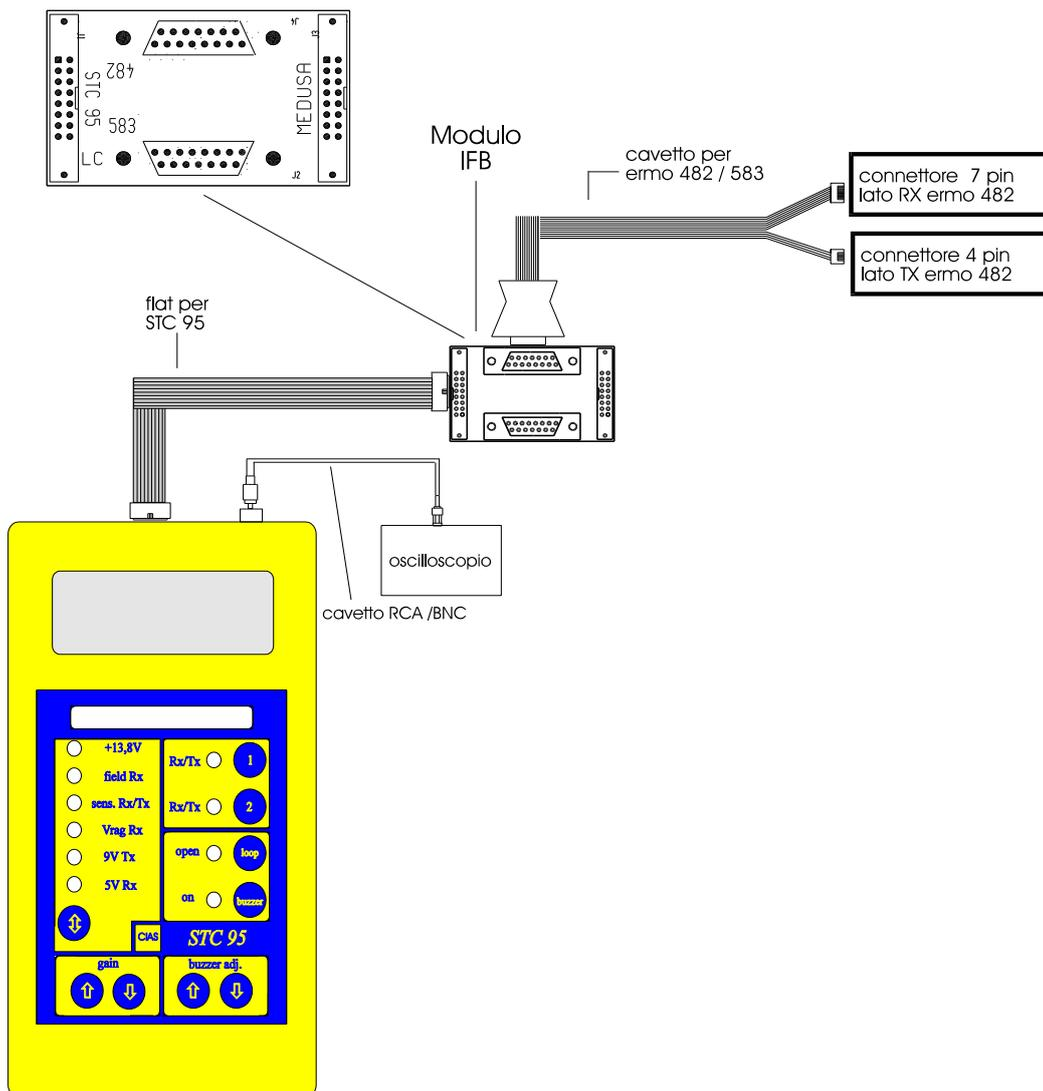

Figura 11
5. Effettuare l'interconnessione tra lo strumento STC 95 e la barriera ERMO 482 TX, come indicato in figura 11, inserendo il connettore a 4 pin nel "connettore di misura" del circuito.
- a) Verificare che il led "**Rx/Tx 1**" (22) sia acceso. Qualora fosse spento premere il tasto "**1**" (21) per accenderlo.
- b) Premere il tasto "**↑**" (10) tante volte quante ne servono per accendere il led "**+ 13,8 V**" (4). La tensione letta sul display (2) dovrà essere $13,8 V \pm 10 \%$.
- c) Premere il tasto "**↑**" (10) fino alla accensione del led "**9V Tx**" (8). La tensione letta sul display (2) dovrà essere $9 V \pm 10 \%$.
- d) Premere il tasto "**↑**" (10) fino alla accensione del led "**sens Rx Tx**" (6). La tensione letta sul display (2) dovrà essere $4,5 V \pm 10 \%$.
5. effettuare la interconnessione tra lo strumento STC 95 e la barriera ERMO 482 RX, inserendo il connettore a 7 pin nel "connettore di misura" presente sul circuito ricevitore come indicato in figura 11.